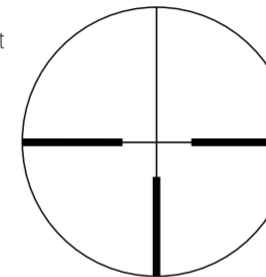
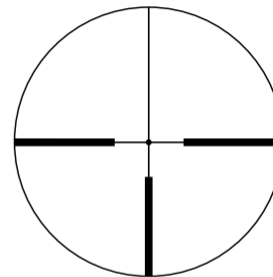

Fig. 3-1
Fig. 3-2
(1) Fokusering
① Se gennem okularet med øjet ca. 10 cm (4 tommer) fra okularet for at se #4 okularmikrometer (tysk 4) (Fig. 3-1) eller illumineret #4 okularmikrometer (tysk 4) med punkt (Fig. 3-2). Sørg for, at dit øje befinder sig i den korrekte stilling og med korrekt pupilaftand, da motivet eller bliver til en "blackout".
② Ret objektivenden af kikkertsigtet mod himlen (IKKE mod solen) eller en glat væg uden mønster.
③ Drej okularjusteringen mod uret og derefter med uret, til okularmikrometeret står skarpt.